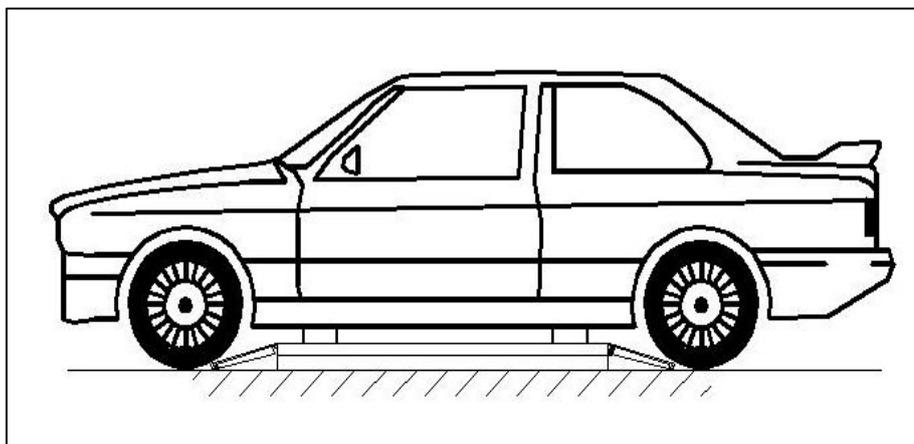

Рис. 7
- перед подъемом автомобиля убедиться в правильном его положении относительно подъемника. (Рис. 7).